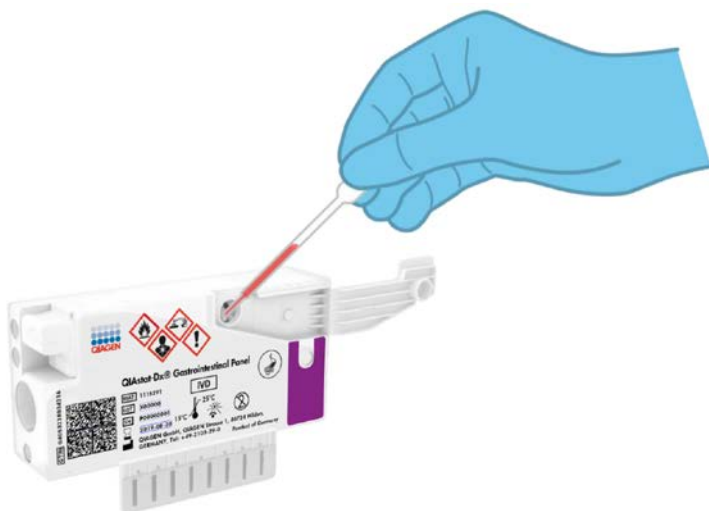

Figura 9. Transferul probei în orificiul principal al QIAstat-Dx Gastrointestinal Panel Cartridge.
7. Transferați cu grijă 200 μ l de probă în orificiul principal al QIAstat-Dx Gastrointestinal Panel Cartridge, folosind o pipetă de transfer de unică folosință livrată (Figura 9).